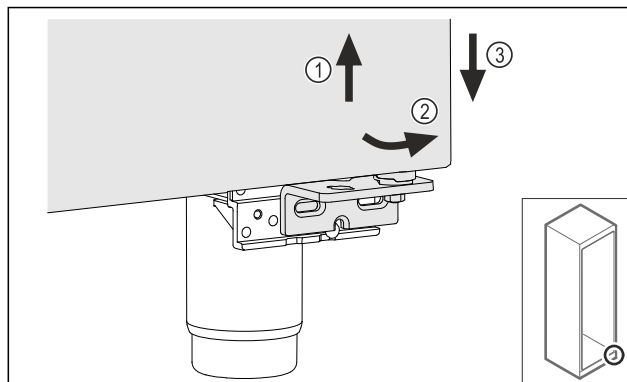

Fig. 24
- Ngrini derën paksa lart Fig. 24 (1), tërhiqeni nga përpara në pjesën poshtë Fig. 24 (2) dhe uleni poshtë Fig. 24 (3).